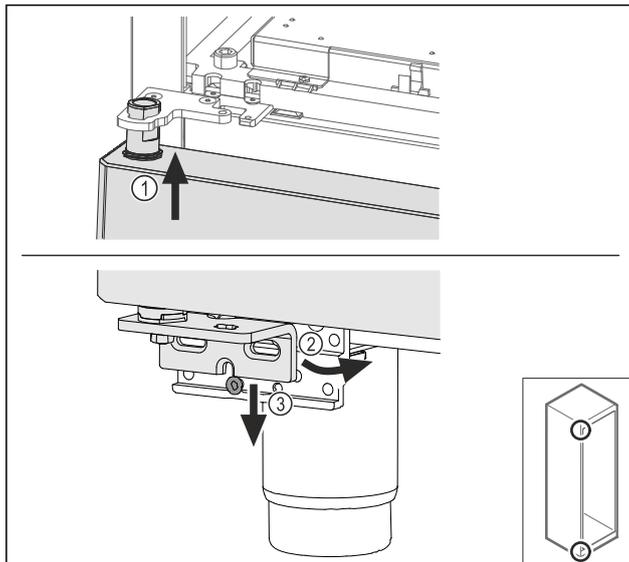

Fig. 68
- ▶ Установите дверь под небольшим уклоном сверху Fig. 68 (1), выровняйте ее прямо Fig. 68 (2) и смонтируйте снизу на винт опорного кронштейна Fig. 68 (3).